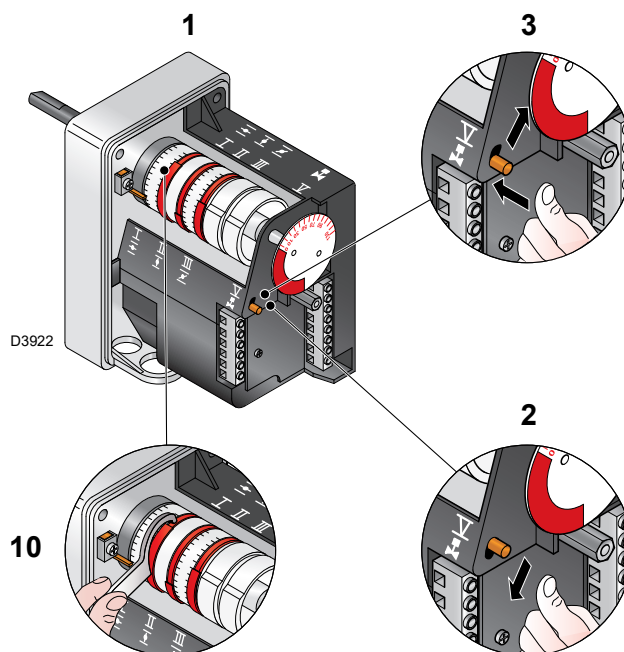

Abb. 28
- Für die eventuelle Einstellung des Nockens III, speziell für kleine Verstellungen, kann der entsprechende Schlüssel 10)(Abb. 28) verwendet werden, der mit einem Magnet unter dem Stellantrieb befestigt ist.
Zeichenerklärung (Abb. 28)